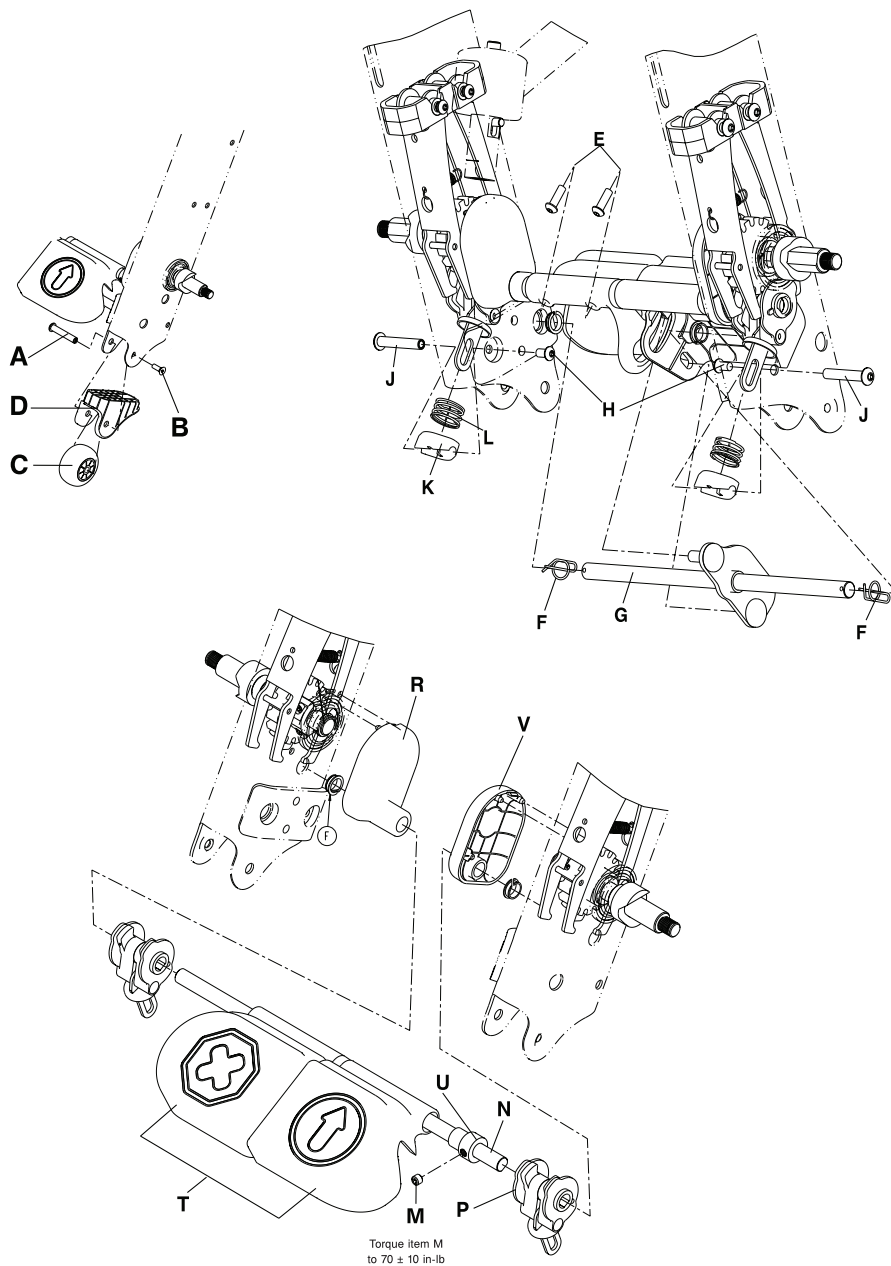

Figura 5-29: Substituição do pedal
3. Utilizando uma chave sextavada de 5/32" e uma chave sextavada de 3/16", retire a porca espaçadora da roda anti-inclinação (A) e o parafuso de cabeça redonda com rebordo (B) que fixa a roda anti-inclinação (C) e a tampa da estrutura inferior (D) à estrutura da cadeira (Figura 5-29 na página 5-48). Guarde todas as peças.
5. Com uma chave sextavada de 5/32", retire os dois parafusos de cabeça cilíndrica (E) na parte inferior do pedal de avanço. Guarde os parafusos (Figura 5-29 na página 5-48).
6. Com o alicate de pontas finas, retire a chaveta Rue Ring (F) em ambas as extremidades da barra de ligação da alavanca articulada (G). Guarde as chavetas Rue Ring (Figura 5-29 na página 5-48). Quando voltar a instalar os parafusos, utilize uma chave dinamométrica de 3/8" para apertar os parafusos até  $70 \pm 10$  in-lb ( $8 \pm 1,1$  Nm).
7. Retire a barra de ligação da alavanca articulada (G) (Figura 5-29 na página 5-48).
8. Com uma chave sextavada de 5/32" e uma chave sextavada de 3/16", desaperte o parafuso de cabeça cilíndrica (H) que fixa a placa com mola do came do travão (K) à estrutura da cadeira (Figura 5-29 na página 5-48).
- Nota:** Não retire a porca espaçadora do ramo do travão (J).
9. Use a mão para empurrar a placa com mola do came do travão (K) (Figura 5-29 na página 5-48) para aliviar a pressão da porca espaçadora do ramo do travão (J). Retire e guarde a porca espaçadora do ramo do travão e o parafuso.
10. Retire cuidadosamente a placa com mola do came do travão (K) e a mola do came do travão (L) (Figura 5-29 na página 5-48). Guarde a placa e a mola.
12. Com uma chave sextavada de 5/32", retire o parafuso de fixação do anel (M) (Figura 5-29 na página 5-48). Guarde o parafuso de fixação. Quando voltar a instalar o parafuso de fixação, use uma chave dinamométrica de 3/8" para apertar o parafuso até  $70 \pm 10$  in-lb ( $8 \pm 1,1$  Nm).
13. Empurre a barra transversal do travão (N) em direcção ao lado esquerdo do ocupante até a barra deixar de tocar no conjunto de came do travão (P) do lado direito do ocupante (Figura 5-29 na página 5-48). Retire o conjunto de came do travão do lado direito do ocupante (P) (Figura 5-29 na página 5-48). Guarde o conjunto.
14. Empurre a barra transversal do travão (N) em direcção ao lado direito do ocupante e retire a barra transversal do travão (N) (Figura 5-29 na página 5-48). Guarde a barra.
- a. À medida que a barra transversal do travão (N) está a ser removida, retire cuidadosamente as seguintes peças pela ordem mostrada (Figura 5-29 na página 5-48):
- i. Tampa do veio do travão esquerdo (R)
- ii. Conjunto de pedal de travagem (T)
- iii. Anel (U)
- iv. Tampa do veio do travão direito (V)
**Nota:** Tenha atenção à orientação do conjunto de came do travão (P). Certifique-se de que a patilha fica virada para a parte da frente da cadeira (Figura 5-29 na página 5-48).
**Nota:** Quando voltar a instalar o conjunto de came do travão (P) (Figura 5-29 na página 5-48), certifique-se de que a patilha fica virada para a parte da frente da cadeira.